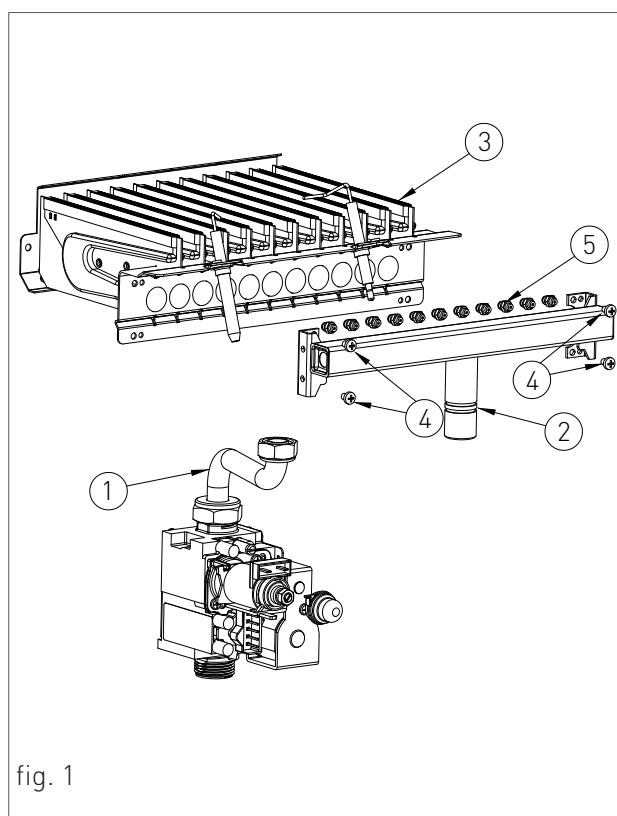

fig. 1
- > Afferrare contemporaneamente le staffe di supporto del pannello comandi (fig. 1) allargandole, e rovesciare il pannello ruotandolo verso il basso;
- > svitare le quattro viti di fissaggio 1 - fig. 1;
- › collegare un tubo flessibile al rubinetto di scarico dell'impianto 'RS' (fig. 1) e collocare l'altra estremità del tubo flessibile ad un adeguato scarico;
- › ruotare il rubinetto di scarico dell'impianto 'RS' (fig. 1);
- › quando tutta l'acqua è defluita, chiudere le valvole di sfiato dei radiatori ed il rubinetto di scarico dell'impianto 'RS' (fig. 1).
- › ruotare il rubinetto di scarico del boiler 'RB' (fig.1);
- › ad operazione terminata, chiudere il rubinetto di scarico del boiler 'RB' (fig.1) e tutti i rubinetti di erogazione precedentemente aperti.
- › collegare un tubo flessibile al rubinetto di scarico del boiler 'RB' (fig.1) e collocare l'altra estremità del tubo flessibile ad un adeguato scarico;
Per verificare lo stato dell'anodo svitare il tappo 'B' (fig.1) posto sulla parte superiore del boiler.
Per eseguire la trasformazione procedere nel seguente modo (vedi fig. 1):